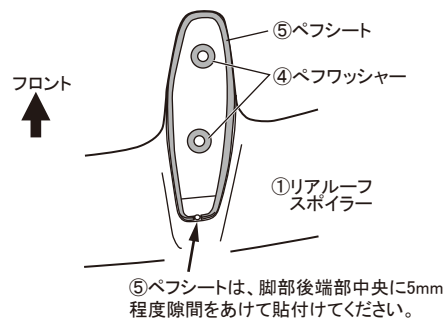

図2 ①リアーフスポイラーの取付け位置
2. 図2を参照し、①リアーフスポイラーを車両に宛がい慎重に位置決めし、取付け穴位置4箇所を車両にマーキングします。
3. ①リアーフスポイラーを一旦取外し、マーキング位置にφ10の穴開け加工をします。